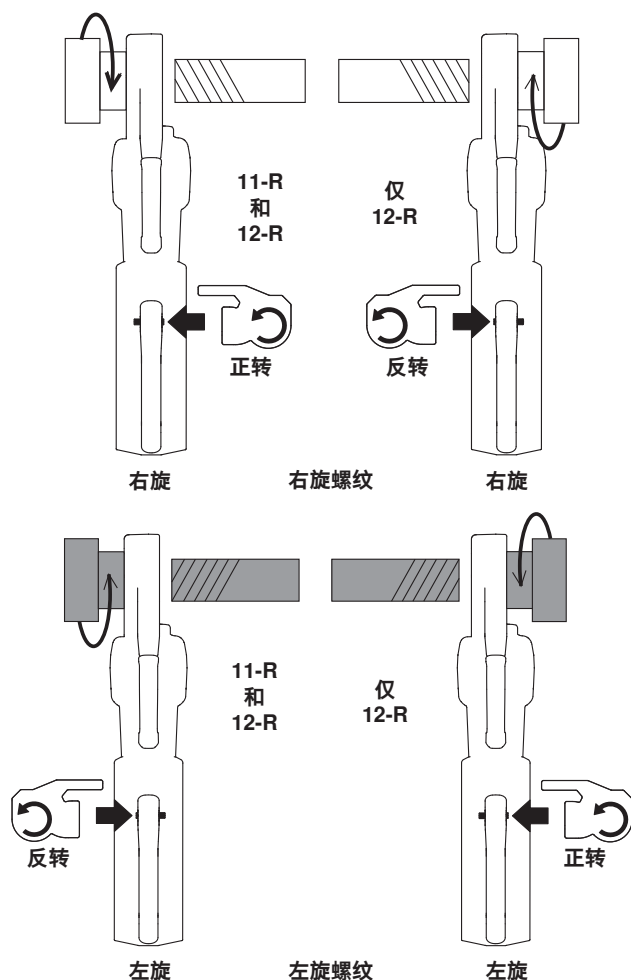

图 9 - 正转/反转滑动开关/牙模头方向
7. 针对所需的右旋或左旋螺纹，确定动力驱动器正转/反转滑动开关的位置。见图 9。